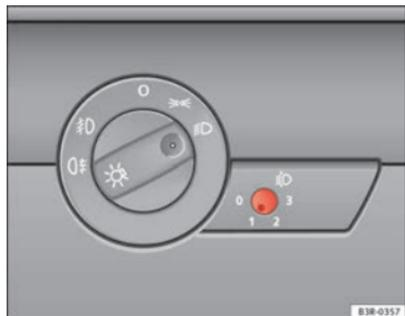

Abb. 89 Leuchtweitenregulierung
- Tippen Sie den Knopf  => Abb. 89 an, um ihn aus seiner Einstellposition auszurasen.